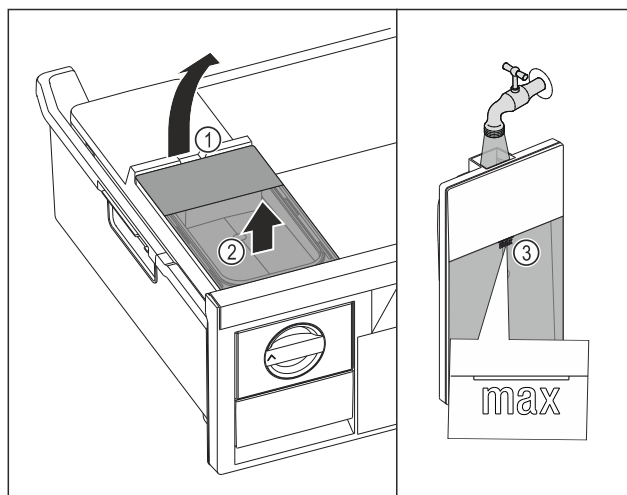

Fig. 39
- ▶ Nádržku na vodu nadvihnite za vybranie Fig. 39 (1).
- ▶ Nádržku na vodu odoberte nahor. Fig. 39 (2)
- ▶ Nádržku na vodu naplňte pitnou vodou po značku Fig. 39 (3).